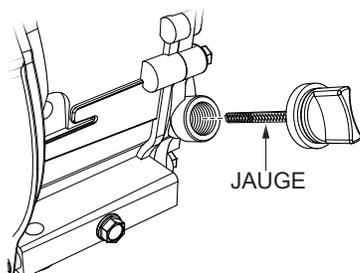

Figure 4. Jauge d'huile moteur (dépose)
2. Retirez la jauge de remplissage de l'orifice de remplissage d'huile moteur (Figure 4) et essuyez-la.